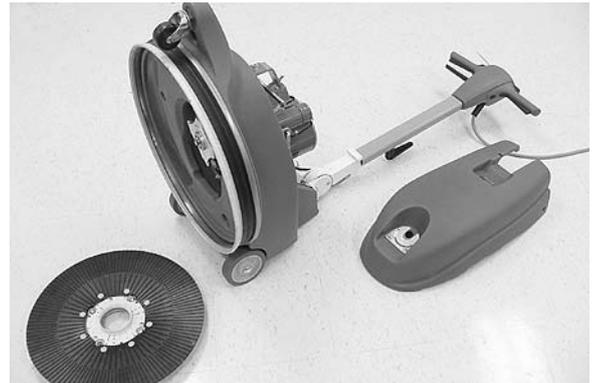

РИС. 13
- Снимите привод прокладку и крышку двигателя с машины (Рисунок 13).